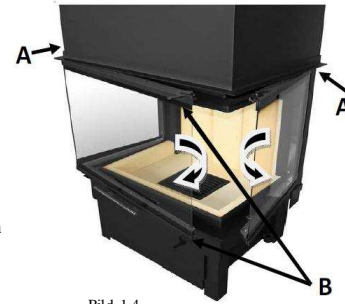

Bild. 1.4.
- mit "kaltes Hand" die Zünglein, der Sichern Aufhebung Mechanismus um 90 Grad auf sich verschieben. Die Sicherung finden sich ganz über dem oberen Türrahmen Rand – in verschließen Position. (Bild. 1.4 – A)
- mit "kaltes Hand" die Zünglein B, um 90 Grad auf sich verschieben – die auf der rechte Ecke oben und unten sich finden. (Bild. 1.4 – B)